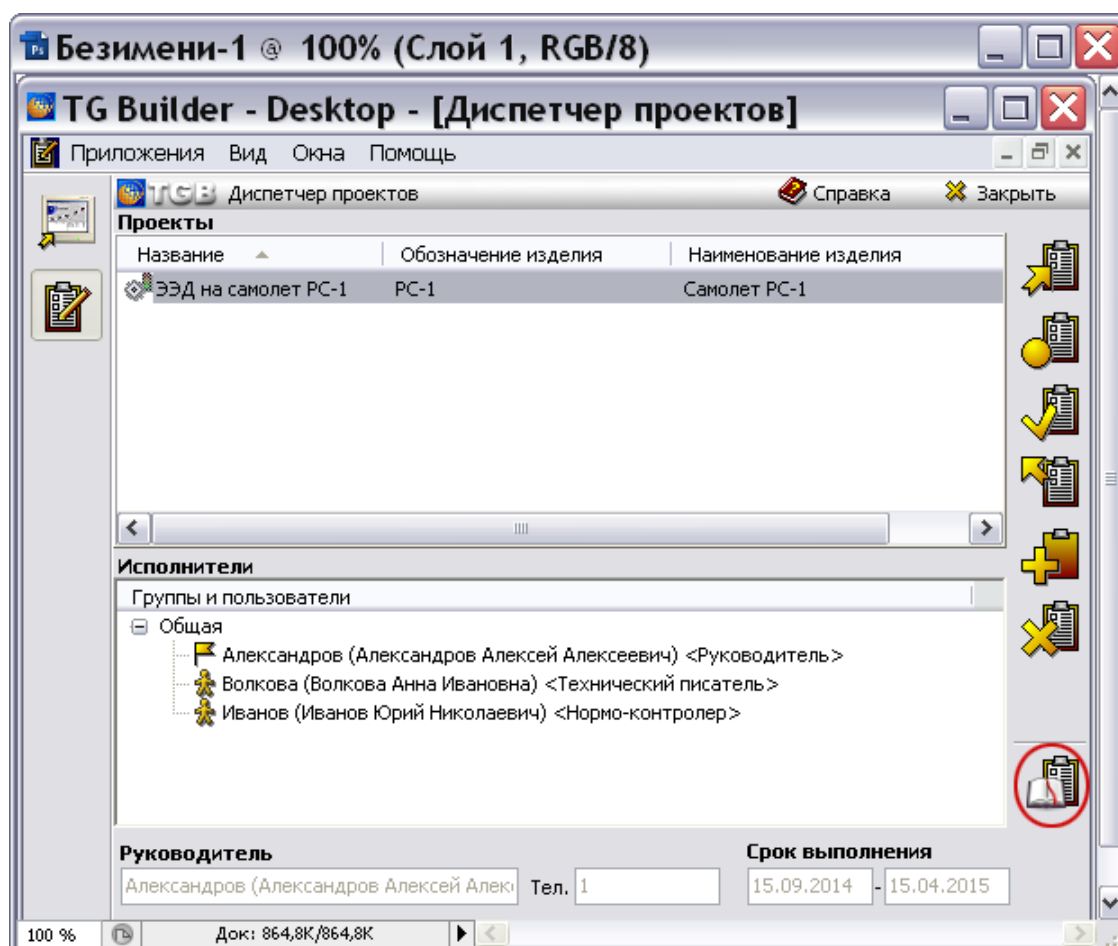

Рис. 22.1
3. Выделите проект, для которого необходимо создать справочники применяемости (Рис. 22.1).